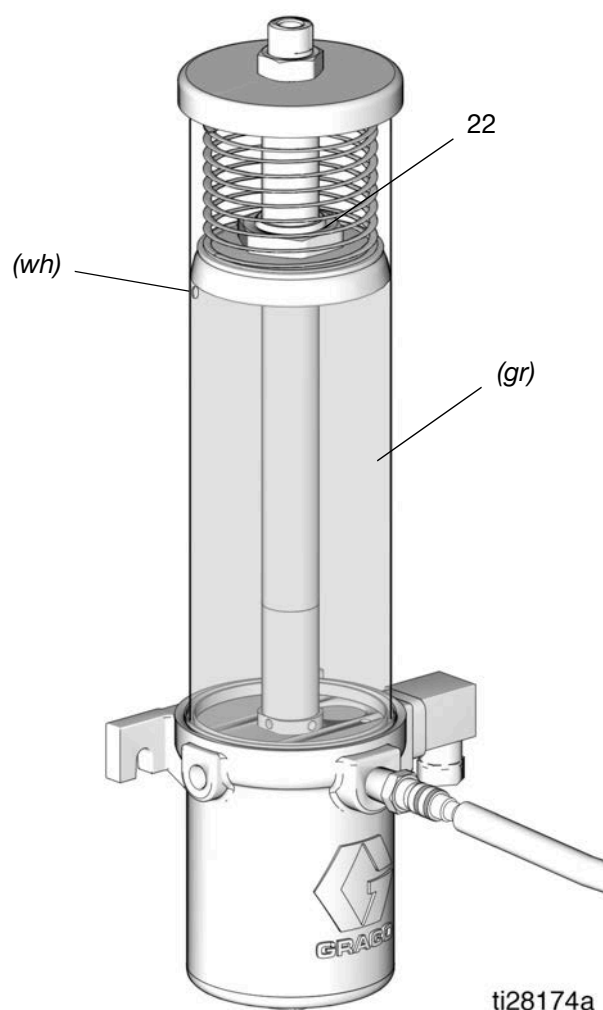

ABB. 5
- Langsam Fett aus der Füllpumpe in den Behälter lassen, bis das Fett im Behälter die Folgeplatte (22) über die Behälterablauföffnung (wh) hebt, Fett aus der Ablauföffnung (wh) austritt und die Luft aus dem Behälter drückt (ABB. 5).